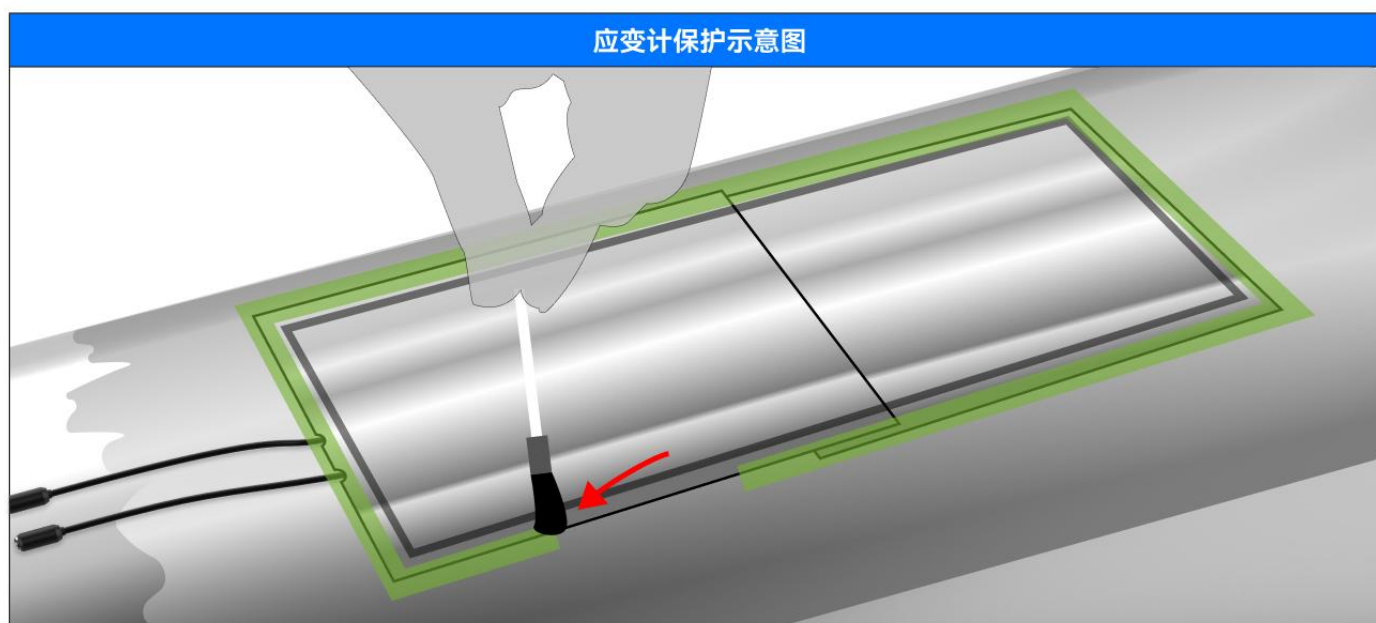

图3.24
5. 使用涂刷器刷在箔边缘与轴表面接触处涂上丁基柔性橡胶密封剂，以提供良好的密封，如图3.24。此外，沿着两个箔片的接合处（在它们彼此重叠的地方）喷涂。特别注意电缆离开箔的区域周围。